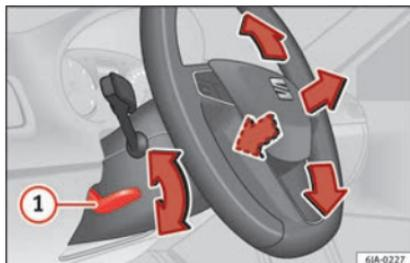

Fig. 14 Leva nella parte inferiore del lato sinistro del piantone dello sterzo.
Regolazione della posizione del volante: tirare la leva » **fig. 14** ① verso il basso, muovere il volante verso la posizione desiderata e risollevare la leva fino al punto di chiusura.